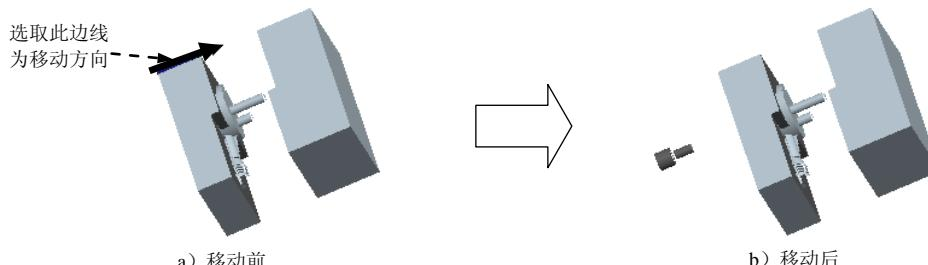

图10.43 移动镶件
Step3. 开模步骤2。移动镶件，输入要移动的距离值-60，结果如图10.43所示。